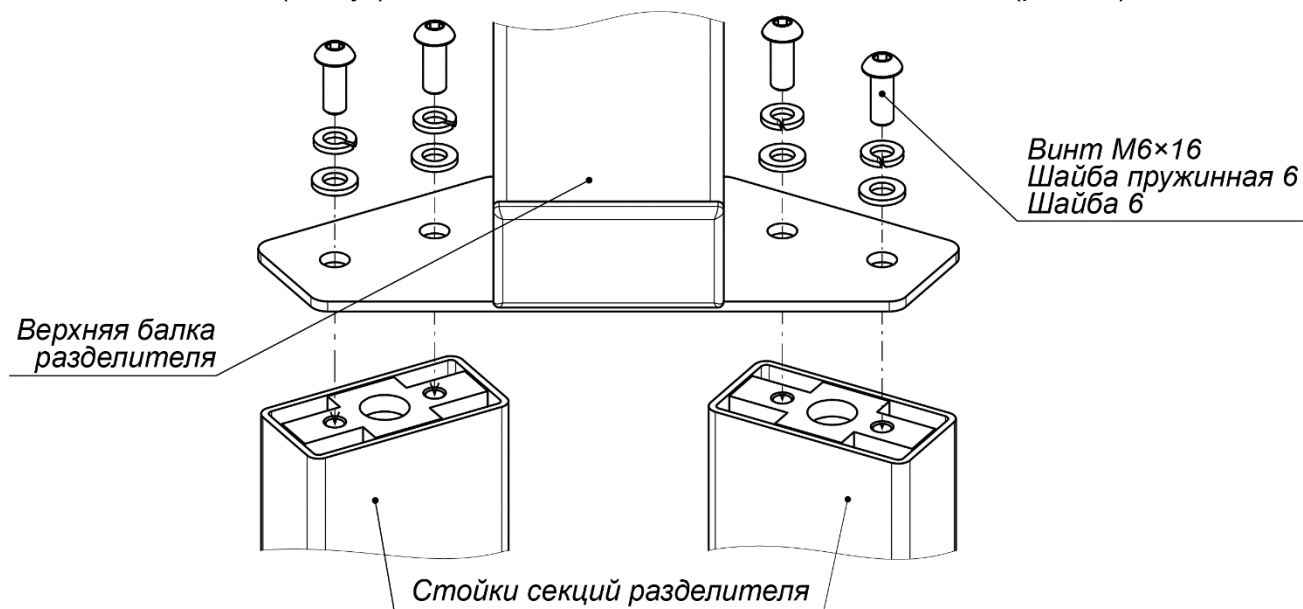

Рисунок 12. Установка верхней балки разделителя
7. Распакуйте секции разделителя (5) и верхнюю балку разделителя (8) (ящик №6).
- Установите обе секции разделителя (5) на установочную поверхность, ориентируя отверстия в опорных фланцах по расположению анкеров.
9. Установите верхнюю балку разделителя в стойки разделителя и зафиксируйте ее винтами М6×16 (8 штук) с шайбами, входящими в комплект поставки (рис. 12).